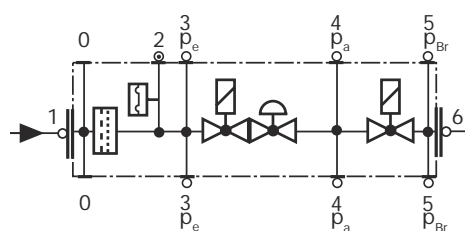

Рис. 22
- Заменяйте фильтр, если разница давления между точками 1 и 3 (Рис. 22)  $\Delta p > 10$  мбар.